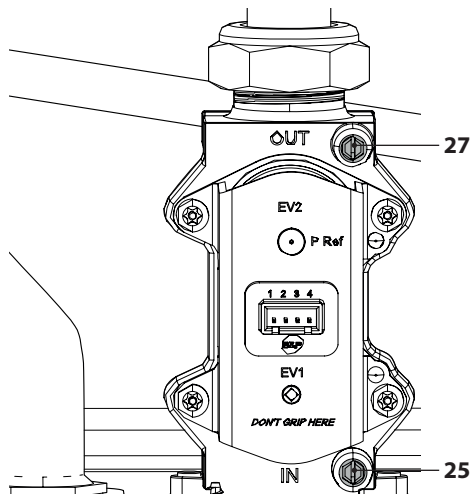

Figura 7.1
- A caldaia spenta (fuori servizio), controllare la pressione di alimentazione utilizzando la presa 25 in Figura 7.1 e confrontare il valore letto con quelli riportati nella tabella Pressioni di alimentazione gas nella sezione "Dati tecnici M300V.1616 SV" a pag. 26, "Dati tecnici M300V.2025 SV" pag. 30 e "Dati tecnici M300V.3035 SV" pag. 34.
- Richiudere bene la presa di pressione 25 in Figura 7.1.